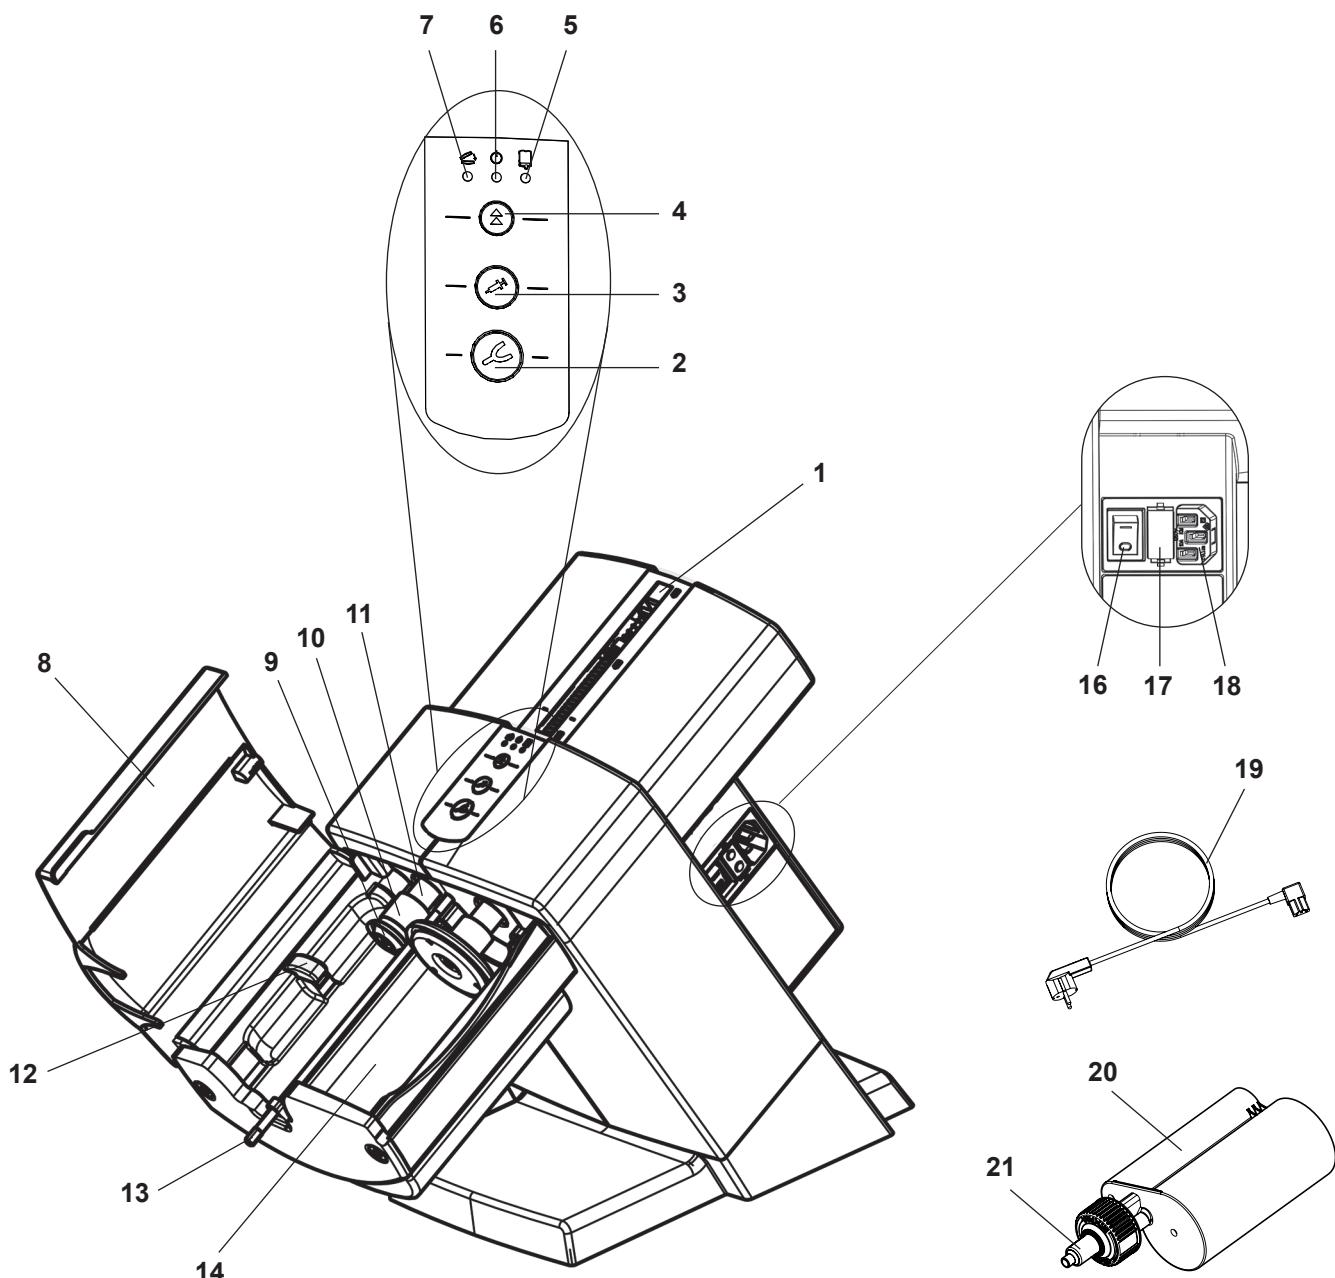

Рис. 1
- Поставленный шнур питания (19, Рис. 1) вставить в сетевой штекер (18).
- ⇒ Включить устройство на сетевом выключателе (16).
- ⇒ Закройте крышку (8, Рис. 1) устройства.
- ⇒ Нажмите кнопку возврата (4).
- ◆ Зажимные диски (9, Рис. 1) возвращаются в исходное положение и останавливаются там.
- ⇒ Снимите транспортировочные крепежи (23).
Укладку и смену картриджа можно осуществлять, только если два зажимных диска (9, Рис. 1) находятся в исходном положении.
- ⇒ Закройте крышку блока (8, Рис. 1).
- ⇒ Откройте крышку блока (8, Рис. 1).
- ⇒ Картридж (20) вложить в устройство. Учитывать, чтобы картридж лежал под фиксатором (12).
- ⇒ Закройте крышку устройства (8, Рис. 1).
- Крышку устройства можно закрыть только при правильно вложенном картридже. Если крышка устройства не закрыта надлежащим образом, светится красный светодиод „Крышка устройства открыта“ (7, Рис. 1).
- ⇒ Нажать клавишу подачи (2) или (3) и удерживать нажатой:
- Ложка для оттиска (2), высокая скорость выдавливания или
- Диспенсер (3), низкая скорость выдавливания
- ♦ Смесительный шестигранник (13, Рис. 1) начинает вращаться и автоматически входит в смесительное сопло (21, Рис. 1) и потом снова останавливается.